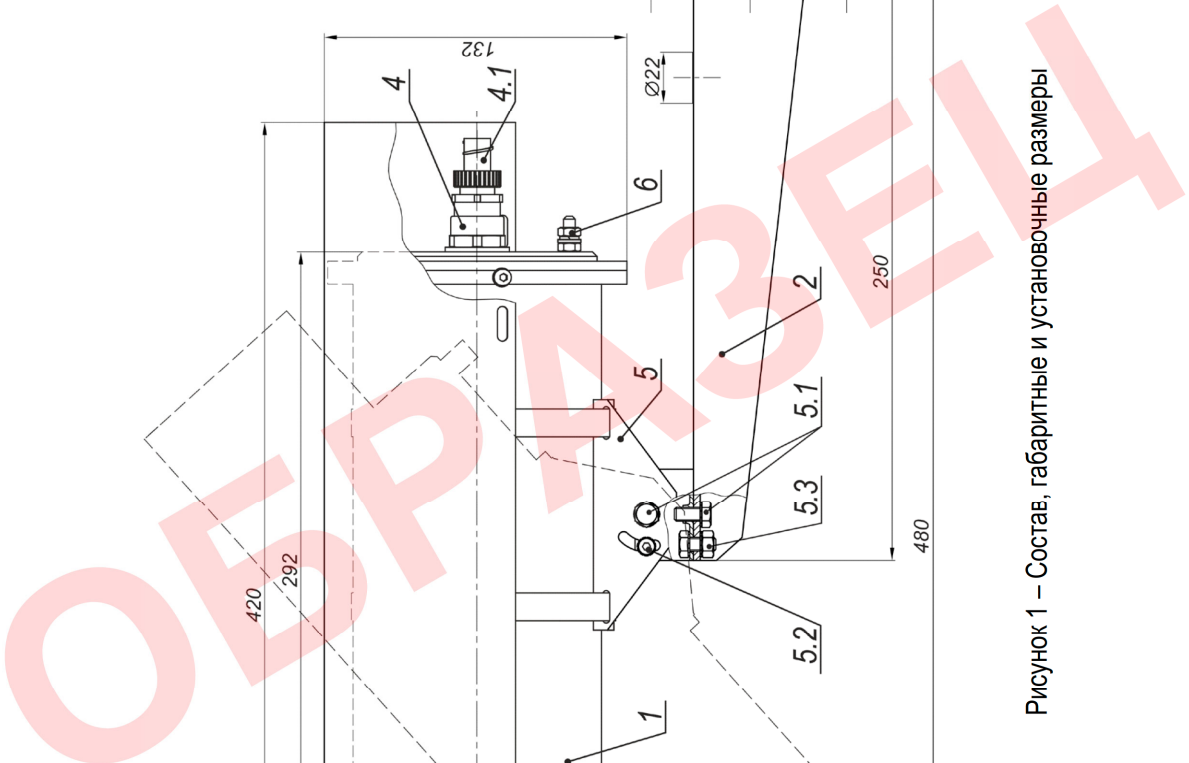

Рисунок 1 – Состав, габаритные и установочные размеры
| 15       | Габаритные размеры                                                                 | см. рисунок 1                                     |       |               |       |                 |       |
| 16       | Габаритные размеры                                                 | см. рисунок 1                                                                             |                                |
В состав изделия входят (см. рисунок 1):
7. Установить кронштейн 2 (рисунок 1) на штатное место, закрепить на нём видеокамеру 1.
8. Заземлить термокожух с помощью клеммы заземления 6 (рисунок 1).
9. Ослабив болты и винты фиксации шарнира 5.1, 5.2, 5.3 (рисунок 1), установить видеокамеру на нужное направление обзора, после чего надежно зафиксировать шарнир, затянув болты и винты.